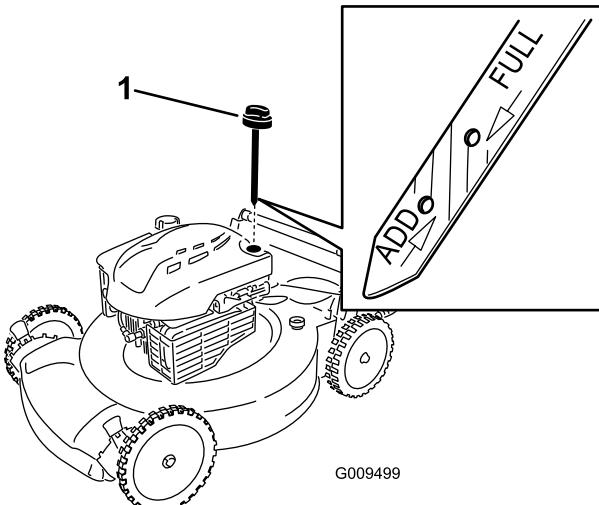

Bild 9
2. Ziehen Sie den Ölmessstab heraus (Bild 9).
5. Nehmen Sie den Peilstab heraus und lesen Sie den Ölstand am Peilstab ab, siehe Bild 9.